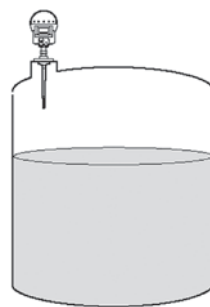

Рис.11.
**Пример 3 (рис.11).** Стержневая антенна подходит для установки уровнемера в небольших патрубках в резервуарах небольшой высоты.